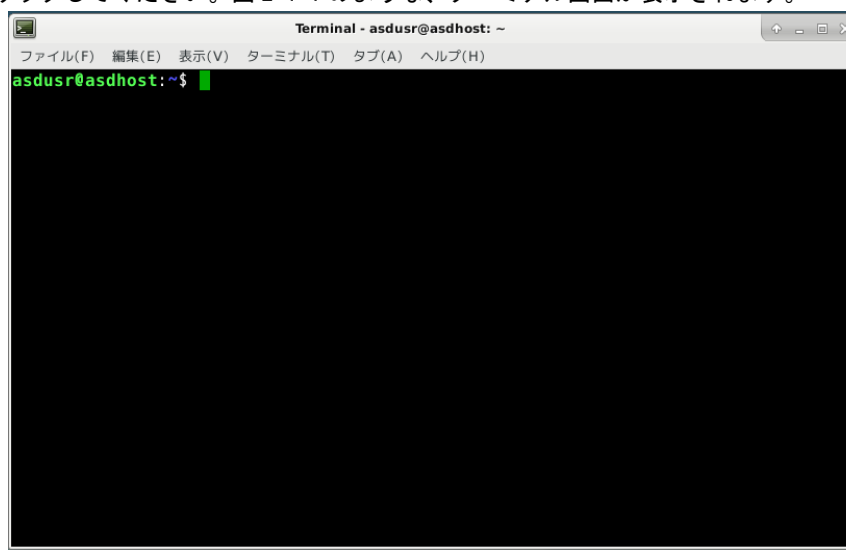

図 2-1-1. ターミナル画面
- ① 画面下部中央の  をクリックするか、左上の「アプリケーション」→「ターミナルエミュレータ」をクリックしてください。図 2-1-1 のような、ターミナル画面が表示されます。